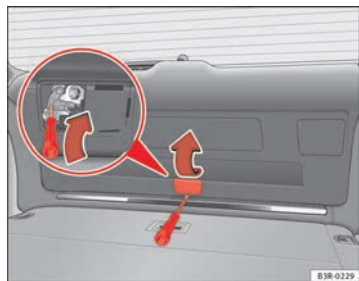

Fig. 76 Detalle del portón trasero: dispositivo de desbloqueo de emergencia
- Abra la cubierta ⇒ fig. 76 -flecha-.
- Introduzca el destornillador en la abertura ⇒ fig. 76 -flecha- y desplácelo en el sentido de la flecha para desbloquear el portón trasero. ■